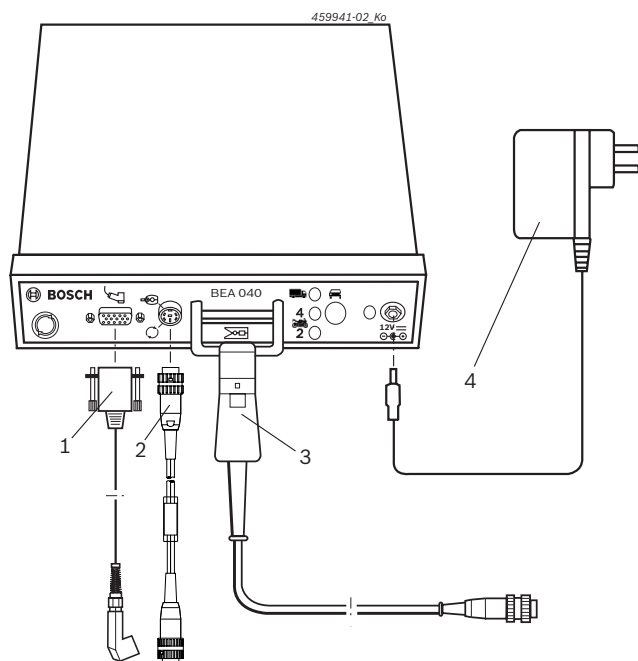

Fig. 3: Esquema de ligações
! Nos veículos a diesel, pode-se usar o cabo de ligação do sinal do sensor tipo pinça (1 684 460 283). Para isso, tem de se inserir o lado metálico da ficha do cabo de ligação do sinal do sensor tipo pinça no aparelho de teste Bosch, e o lado de plástico no BEA 040. **Para além disso, é imprescindível que o terminal de ligação da bateria B- do aparelho de teste Bosch seja fixado através da caixa metálica do sensor combinado (Fig. 3, pos. 1).**